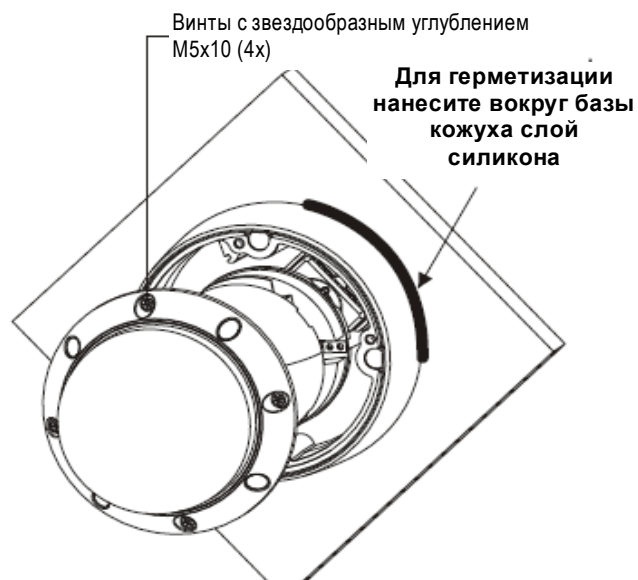

Рисунок 6
8. Закройте кожух, затянув четыре ранее освобожденных винта со звездообразным углублением. (См. Рисунок 6).